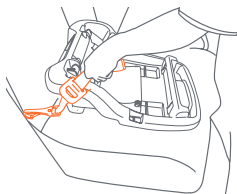

Fig. 49-2
5. Ubique las correas de anclaje **LATCH** en el asiento del vehículo (Fig. 48-2). Una vez que las ubique, encaje a presión los conectores **LATCH** de la sillita de seguridad en la vara de acero. Espere a oír el clic y controle que ambos conectores estén sujetos firmemente a las varas de anclaje tirando de los conectores hacia afuera (Fig. 49-2).
6. La instalación correcta de la base exige que la cincha **LATCH** esté bien ceñida. Para ceñir la cincha, empuje con fuerza hacia abajo con su rodilla o mano la base mientras tira hacia arriba de cada extremo de la cincha. La cincha se trabará automáticamente. **Verifique que no haya partes flojas de la cincha a ambos lados de la base y que la base esté instalada firmemente** (Fig. 49-2 y 49-3).